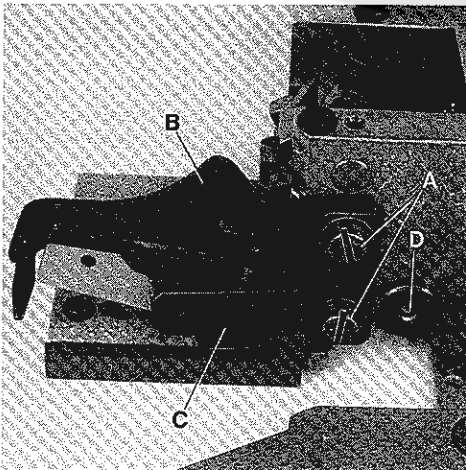
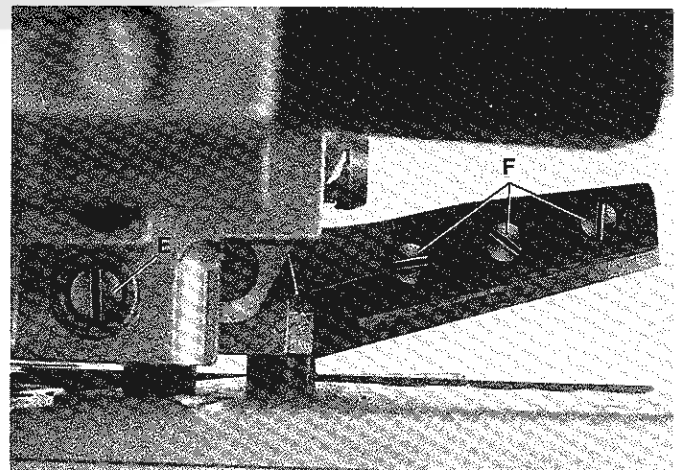
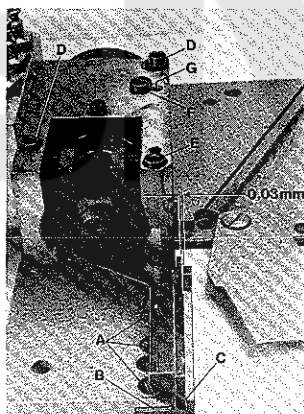

Fig.63
Fig.64
Fig.66
Loosen screws (A, Fig. 63) and remove the two finger guards (B and C). Loosen screw (D, Figs. 63 and 65) and turn screw (E, Figs. 64 and 65) a few revolutions counterclockwise until the pressure of upper knife against lower knife is released. Remove the three knife fastening screws (A, Fig. 66) and replace the lower knife. The cutting edge of lower knife should be flush with the top surface of cloth plate. When assembling a new lower knife two shims (B, Fig. 66) each 0,4 mm (1/64 in.) thick, have to be placed between lower knife and cloth plate. When assembling a resharpened knife one or both shims have to be removed, according to the stock removed while grinding, in order to have the lower knife cutting edge flush with cloth plate top surface. Tighten knife fastening screws.
Release pressure of upper knife against lower knife as described in paragraph "REPLACING THE LOWER KNIFE". Remove the three upper knife fastening screws (F, Fig. 64) and replace the upper knife.
Lösen Sie die Schrauben (A, Fig. 63) und entfernen Sie die beiden Fingerschutzteile (B und C). Lösen Sie die Schraube (D, Fig. 63 und 65) und drehen die Schraube (E, Fig. 64 und 65) einigemal im Gegenuhreigersinn bis das Obermesser nicht mehr gegen das Untermesser drückt. Entfernen Sie die drei Messerbefestigungsschrauben (A, Fig. 66) und tauschen Sie das Untermesser aus. Die Schneide des Untermessers muß auf gleicher Höhe mit der Stoffplattenoberfläche stehen. Beim Einbau eines neuen Untermessers werden zwei je 0,4 mm dicke Unterlegbleche (B, Fig. 66) zwischen Untermesser und Stoffplatte gelegt. Beim Einbau nachgeschärfter Messer müssen, entsprechend dem abgeschliffenen Material, ein oder beide Unterlegbleche entfernt werden, damit die Untermesserschneide auf gleicher Höhe mit der Stoffplattenoberfläche ist. Ziehen Sie die Messerbefestigungsschrauben an.
Nehmen Sie den Druck vom Obermesser wie im Absatz "AUSWECHSELN DES UNTERMESSERS" beschrieben. Entfernen Sie die drei Obermesser-Befestigungsschrauben (F, Fig. 64) und tauschen Sie das Obermesser aus.
Press upper knife lever with upper knife in its down position. Cutting edges of upper and lower knife should overlap approx. 0,5 mm (.020 in.) at the knife tips (C, Fig. 66). For this adjustment, the upper knife fastening screws (F, Fig. 64) can be relocated a little bit up or down in the holes of the upper knife lever.
Loosen screws (D, Fig. 66) slightly, and keep screw (E) securely tightened. Press upper knife lever in its down position.
Remove screw (F, Fig. 66) and rotate eccentric rod (G) so that the upper and lower knife contact each other at the knife tips (C), and at the lower knife pilot arises a distance of 0,03 mm (.0012 in.) (see Fig. 66).
Make sure that eccentric rod (G, Fig. 66) does not turn while tightening screws (D) and turning in screw (F).
Turn screw (E, Figs. 64 and 65) clockwise until the upper knife exerts a markable pressure against lower knife. Lock screw (E, Figs. 64 and 65) with screw (D) and make cutting tests with air pressure.
Drücken Sie den Obermesserhebel mit dem Obermesser in die untere Stellung. Ober- und Untermesser sollen sich an den Messerspitzen (C, Fig. 66) etwa 0,5 mm überlappen. Die Obermesser-Befestigungsschrauben (F, Fig. 64) lassen sich für diese Einstellung in den Bohrungen etwas nach oben oder unten verlagern.
Lösen Sie die Schrauben (D, Fig. 66) leicht, die Schraube (E) muß fest angezogen bleiben. Drücken Sie den Obermesserhebel in die unterste Stellung.
Entfernen Sie die Schraube (F, Fig. 66) und drehen Sie den Exzenterbolzen (G) so, daß sich Ober- und Untermesser an der Spitze (C) berühren und am Untermesser-Führungszapfen ein Abstand von etwa 0,03 mm entsteht (siehe Fig. 66).
Achten Sie darauf, daß sich der Exzenterbolzen (G, Fig. 66) beim Anziehen der Schrauben (D) und Einschrauben der Schraube (F) nicht verdreht.
Drehen Sie die Schraube (E, Fig. 64 und 65) im Uhrzeigersinn bis das Obermesser einen gut spürbaren Druck gegen das Untermesser ausübt. Kontern Sie die Schraube (E, Fig. 64 und 65) mit der Schraube (D) und machen Sie Schneidproben mit Druckluftantrieb.